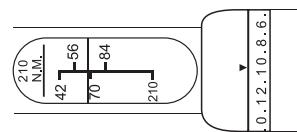

Fig. 2
- Tournez la poignée et ajustez l'échelle annulaire du réglage de précision sur „10“. La clé dynamométrique est maintenant réglée sur 66 Nm (Fig. 2).